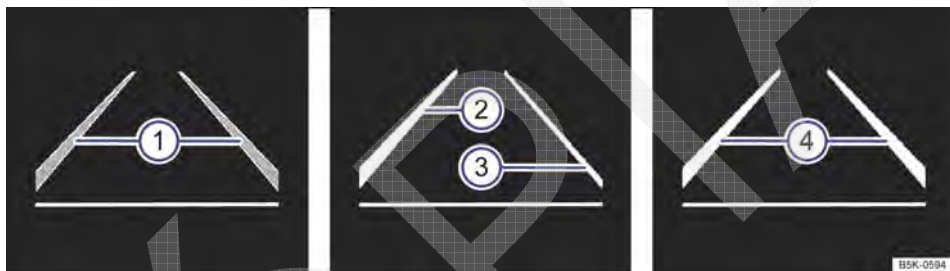

Fig. 177 No display do instrumento combinado: indicadores do display do assistente de permanência na faixa.
Área de exibição no display → Fig. 177:
- O sistema precisa reconhecer uma delimitação de faixa à esquerda e à direita do veículo → Fig. 177.